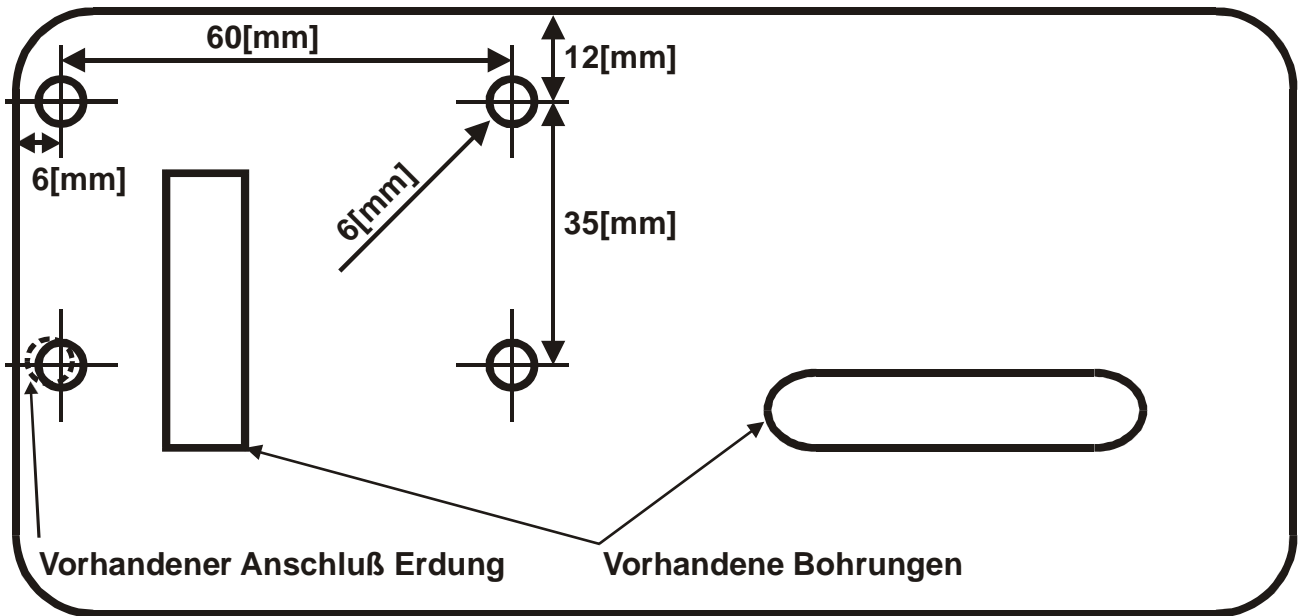

Abb. 5: Bohrschablone Motorbefestigung
4. Mit Hilfe der Bohrschablone (siehe auch Abb. 5: Bohrschablone Motorbefestigung / Seite 10) Löcher für die Motorbefestigung auf Grundplatte anzeichnen und bohren.